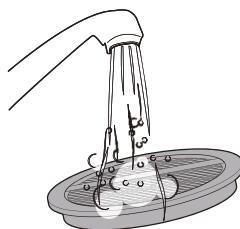

Рисунок 4
6. Промойте контейнер, части циклонного фильтра и круглый губчатый фильтр под теплой водой. Не используйте никаких химических веществ во время этого этапа. (Рисунок 4)